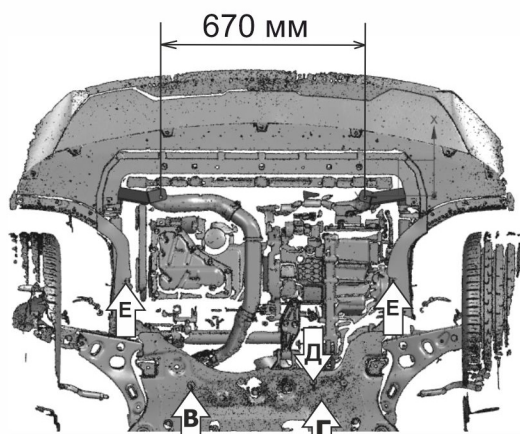
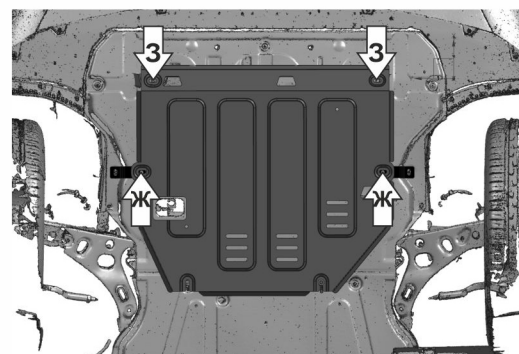

Рис. 2
Рис. 3
4. Установить гайки закладные М6 с усиком в подрамнике. В левой части подрамника закладную М6 установить над отверстием (В), в правой части подрамника закладную М6 протянуть через отверстие (Г) и установить над отверстием (Д), закрепив закладную усиком в отверсти (Г) (рис.2).
6. Установить кронштейны 3,4, закрепить штатным крепежом в позициях (Е) (рис.2).
7. Просверлить в штатном пыльнике отверстия диаметром 20мм соответствующие крепежным точкам в позициях (Ж) (рис.3).
8. В гайки закладные М6 вкрутить болты М6х40 с шайбами 6 и 8 через втулки 14 мм (В) и (Д) (рис.2).
9. Установить защиту поверх штатного пыльника. Заднюю часть защиты завести открытыми пазами на вкрученные болты М6х40 с шайбами 6 и 8 через втулки 14 мм (В) и (Д) (рис.2). Среднюю часть закрепить болтами М8х16 с шайбами 8 к кронштейнам в позициях (Ж). Переднюю часть защиты закрепить болтами М8х25 с шайбами 8 к установленным кронштейнам (З) (рис.3).